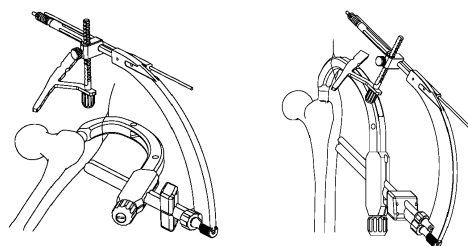

図10
- マルチインサーターガイドにラグスクリュー用スリーブ、エクストラスクリュー用スリーブを挿入し、それぞれにガイドピンスリーブを組み付け、ターゲットデバイスに取付けます。必要に応じ、LS センターガイドを用い、ネイルの挿入深さと向きを調節します。（図10）